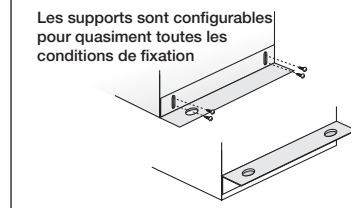

Figure 7
2. Attacher les supports de fixation réglables à l'appareil, mais ne pas serrer les vis avant d'avoir déterminé la hauteur correcte, voir Figure 7.